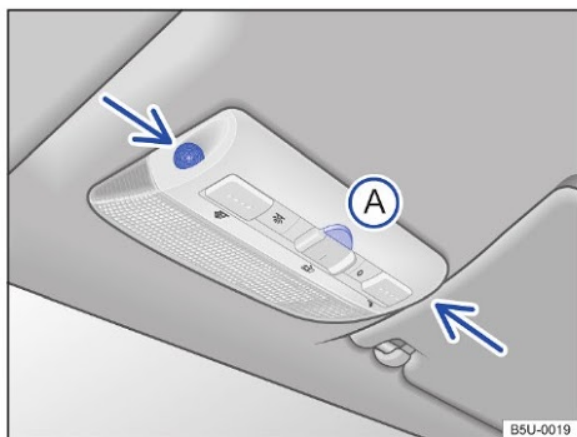

Fig. 49 No console do teto: sensores de monitoramento do interior do veículo e tecla **A** para desligar o monitoramento do interior do veículo.
O monitoramento do interior do veículo dispara o alarme com o veículo travado, se reconhecer movimentos no interior do veículo. O sensor e o receptor estão localizados no conjunto da lanterna de leitura → Fig. 49 (setas).
- Pressionar a tecla → Fig. 49 **A**. No painel de instrumentos, a luz de controle  se acende.